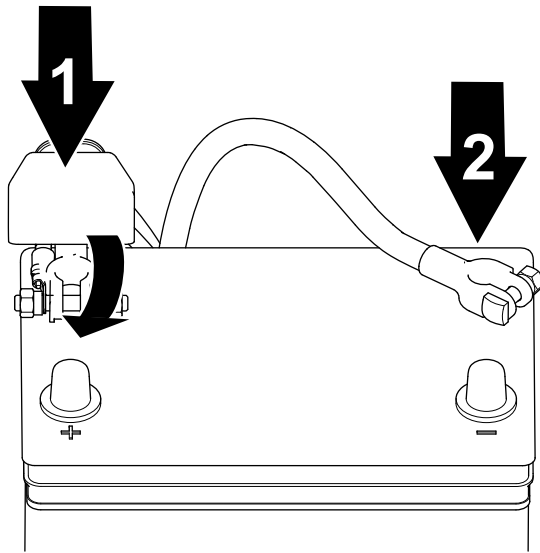

Figura 90
1. Conecte el cable positivo a la batería y apriete la tuerca de la abrazadera de la batería (Figura 90).
2. Conecte el cable negativo a la batería y apriete la tuerca de la abrazadera de la batería (Figura 90).